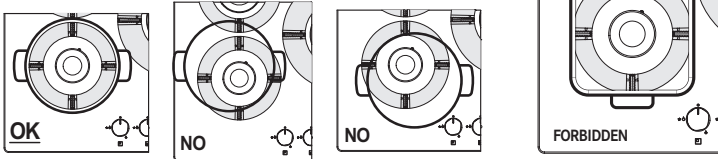

Fig. 1
Franke declina toda responsabilidad por los daños que resulten de tal uso (Fig. 1).
- ▷ No coloque el mismo recipiente sobre dos quemadores (Fig. 1).
- ▷ No utilice dos quemadores encendidos simultáneamente para calentar un mismo recipiente, como una gran cacerola o sartén para pescado (Fig. 1).